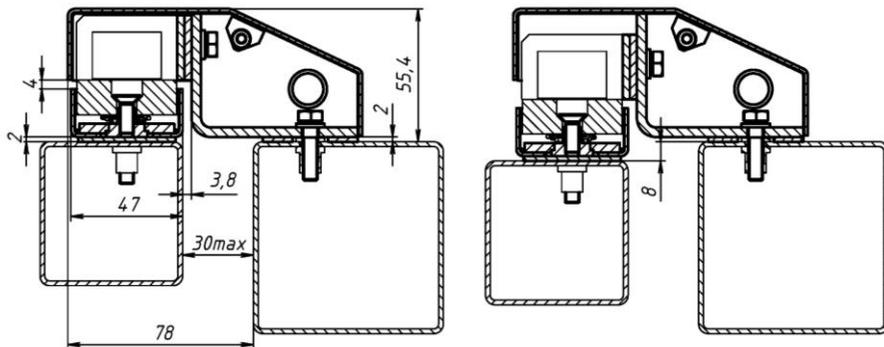

Рисунок 3
Корпус замка монтируется на кронштейне через пластины корпуса (5) болтами М6х30 (10) с шайбами (14 и 15). Корпус замка можно закрепить на кронштейне так, что плоскость створки и стойки будет расположена на одном уровне или со смещением 8 мм (см. рисунок 3).